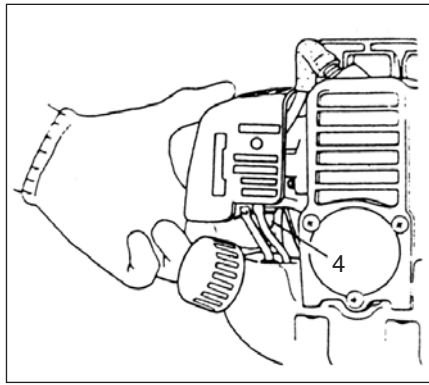
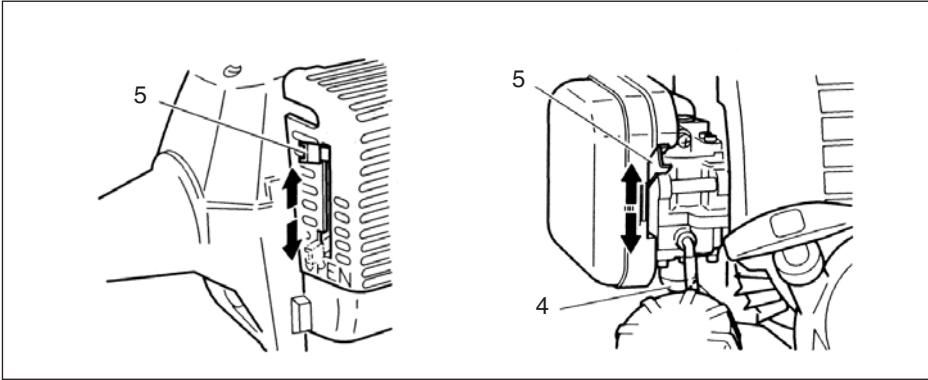

Fig.2-6
Fig.2-7
1. Zet de ontstekingschakelaar (1) in de positie AAN.
- * Druk verschillende keren op de injectiepomp (4), zodat de brandstof door de terugloopleiding vloeit. (indien aanwezig) (Fig. 2-6, 7)
2. Houd de veiligheidshendel (2) ingedrukt (indien aanwezig), trek tegelijkertijd aan de gashendel en druk op de vergrendelknop (3), laat daarna de gashendel langzaam los en vervolgens de veiligheidshendel. Dit vergrendelt de gashendel in de start positie.
3. Zet de choke hendel in de positie GESLOTEN (5). (Fig. 2-7)